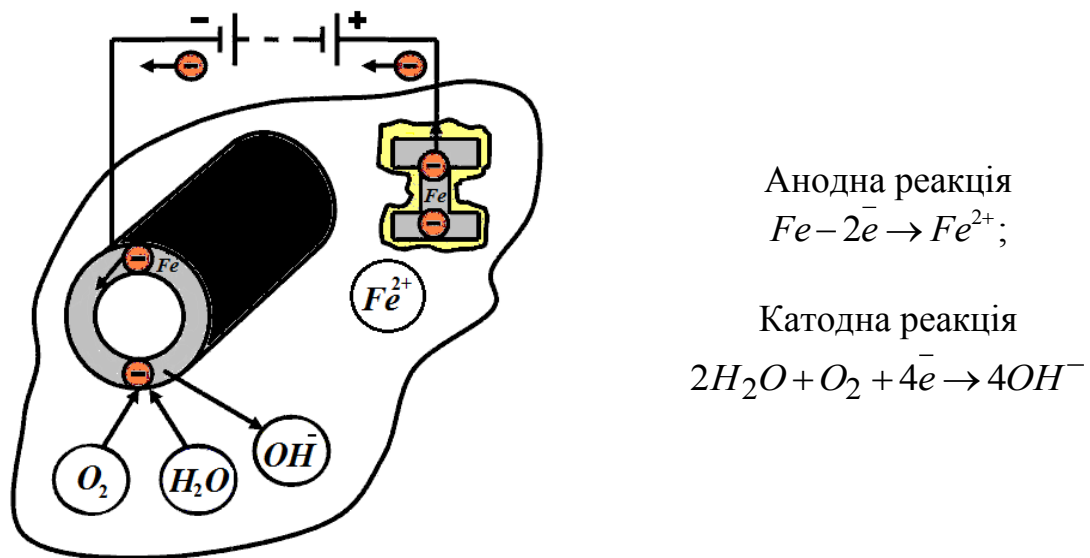

Рисунок 5.8 – Схема катодного захисту металів від корозії
**Катодний захист** полягає у під'єднанні металевого виробу до негативного полюса зовнішнього джерела струму. До позитивного полюса під'єднують шматок металобрухту, який заземлюють. Катодний захист використовують, наприклад, для запобігання корозії підземних та морських трубопроводів (рис. 5.8).